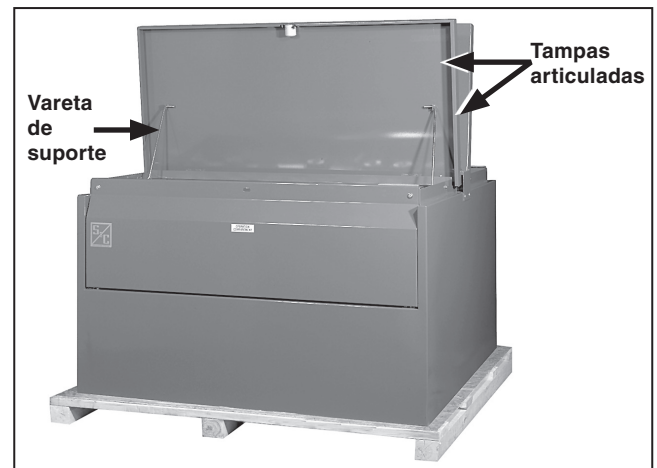

Figura 9. Abra o gabinete e prenda as duas tampas com as varetas.
**PASSO 2.** Levante as tampas articuladas e prenda-as com as varetas de suporte. Ver Figura 9.